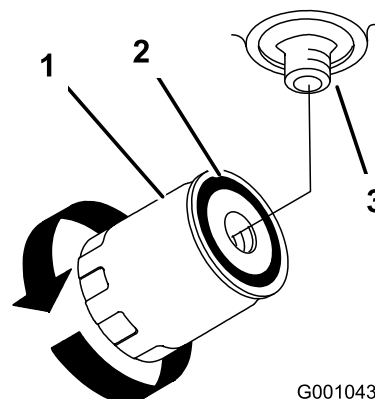

Figure 61
4. Localisez le filtre sous la base du moteur et placez un bac de vidange dessous (Figure 61).
5. Déposez le filtre usagé et essuyez la surface du joint de l'adaptateur (Figure 61).
9. Quand le filtre hydraulique est plein, tournez le filtre à huile dans le sens horaire jusqu'à ce que le joint touche l'adaptateur, puis donnez un 1/2 tour supplémentaire (Figure 61).